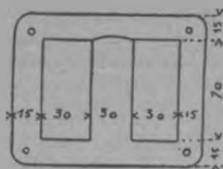

Fig. 1.
3. *Réalisation du noyau de fer.* — Nous empilerons des laminations provenant de vieux transformateurs (du même type, bien entendu !) jusqu'à obtenir un noyau de 14 centimètres de section. Par exemple, les tôles courantes représentées par la figure 1 forment 14 centimètres carrés de section de noyau sous 47 millimètres d'épaisseur.